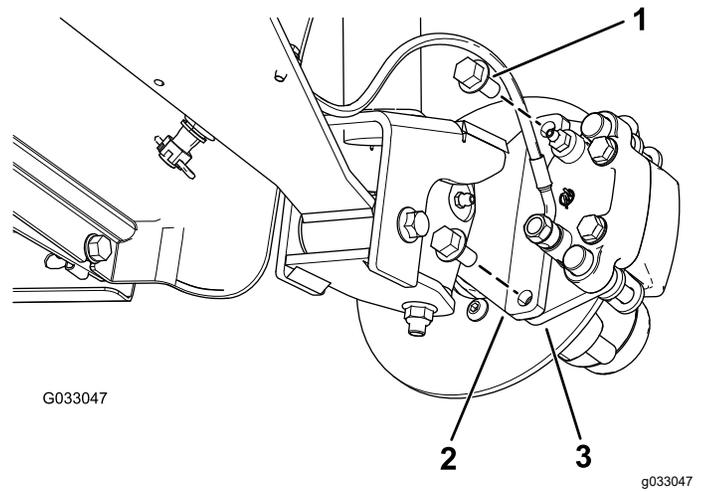
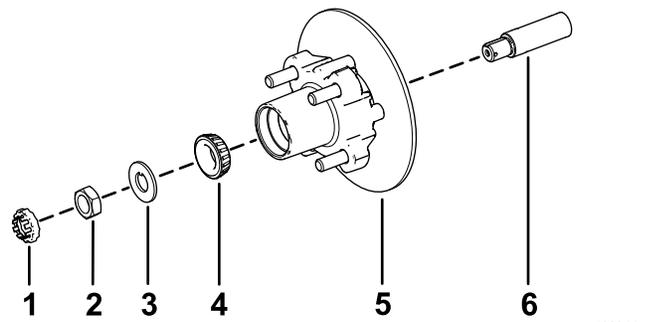

图 32
图 36
3. 卸下将制动器总成支架固定到主轴的凸缘头螺栓 $\frac{3}{8}$ x $\frac{3}{4}$ 英寸将制动器与主轴分开图 32。
1. 在主轴上涂上薄薄一层指定润滑脂图 36。
2. 将轮毂和转子组装到带内转子的主轴上图 36。
3. 将外置轴承组装到主轴上并将轴承放置到外置座圈内图 36。
4. 将止动垫圈组装到主轴上图 36。
5. 将主轴螺母拧到主轴上上紧螺母扭矩至 15N·m 同时旋转轮毂将轴承调整到位图 36。
2. 将刹车踏板与转子的任意一侧对齐 图 32 将制动盘托盘中的孔与主轴机架的制动器安装架中的孔对齐 图 36。
3. 用 2 个凸缘头螺栓 $\frac{3}{8} \times \frac{3}{4}$ 英寸将卡钳支架固定到主轴机架上 图 32。